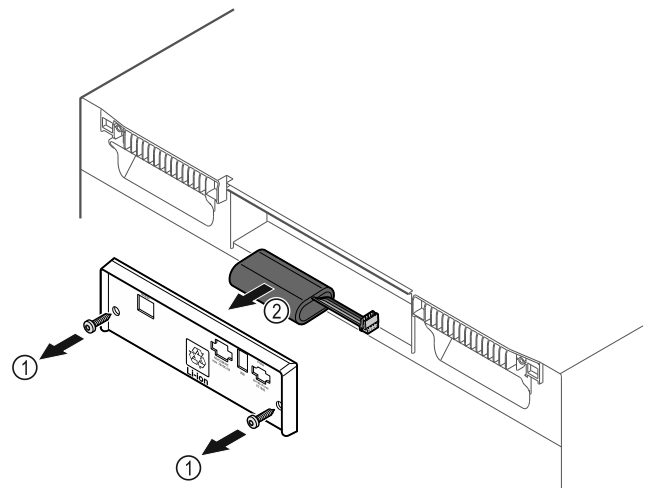

Fig. 186
- ▶ Dévisser les vis et retirer le couvercle situé à l'arrière de l'appareil Fig. 186 (1).
- ▶ Débrancher et retirer la batterie Fig. 186 (2).